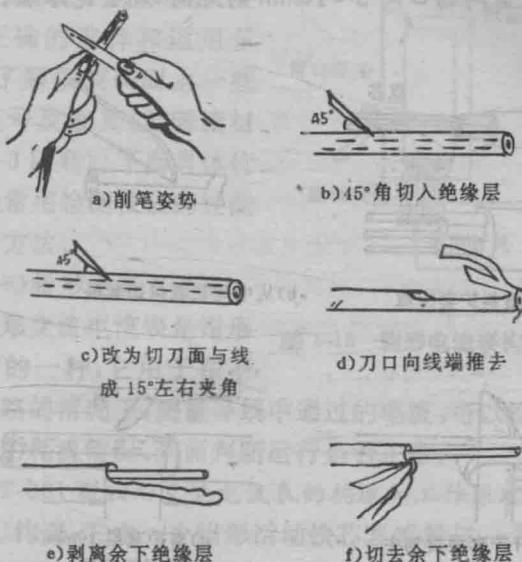

图 1-13 电工刀剖削塑料的方法
2. 利用电工刀剖削塑料绝缘线头绝缘层的方法，如图 1-13 所示。
(1) 按所需长度用刀尖在线芯缝隙间划开护套层, 直到线头端口。
(2) 将护套层剥离绝缘线, 扳转到切口根部割去。
(3) 若芯线的截面积较大, 可用电工刀按图 1-13 所示方法在保留绝缘层切口到护套层切口间 5~10mm 距离, 剥去绝缘层。